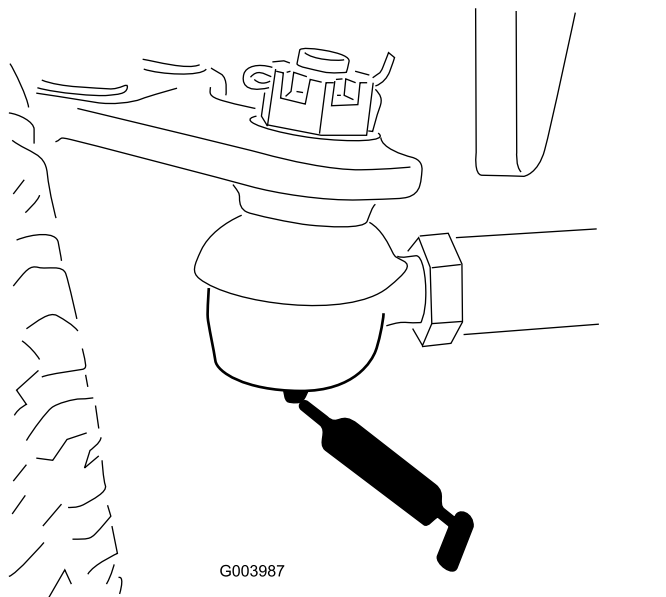

Figura 76
- Tirante del eje trasero (2) (Figura 76)